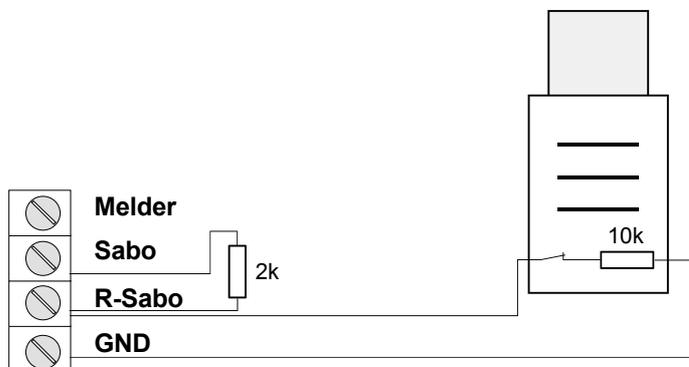

Bild 7
**Beispiel:** Eine Alarmsirene hat an der Sabotageklemme einen fest eingebauten Widerstand von 10 k $\Omega$ . Projektieren Sie mit der ETS2 den Wert 12 k $\Omega$ . Schalten Sie zwischen „Sabo“ und „R-Sabo“ einen Ausgleichswiderstand von 2 k $\Omega$ , damit der Gesamtwiderstand der Sabotagelinie 12 k $\Omega$  beträgt. Siehe Bild 7.